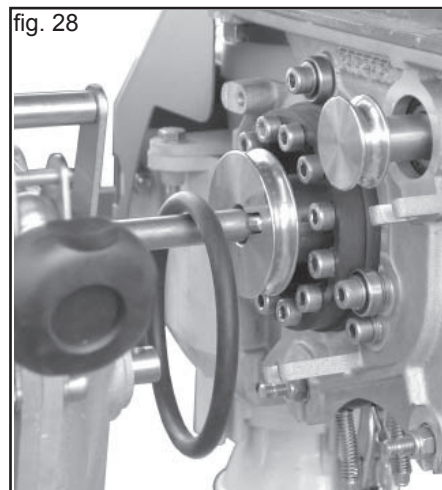

fig. 28
- Den Riemen einfach auf der Antriebswelle belassen (Abb. 28).